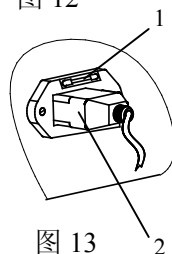

图 13
- 7) 拔出电源插头 2，取下保险丝座 1，换上新的保险丝，插入保险丝座和电源插头。(图 13)